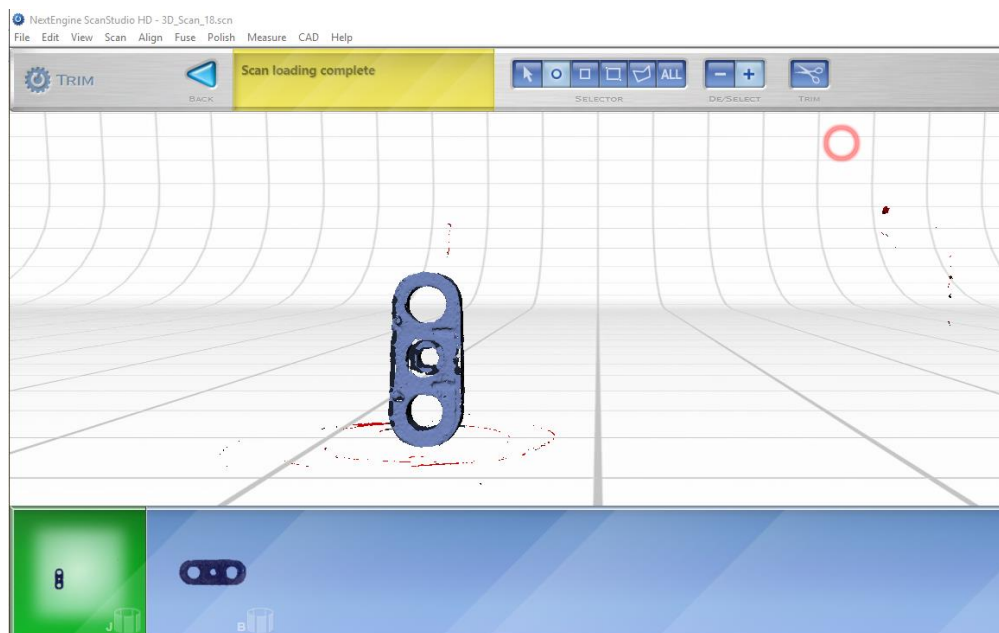

Figura 46. Eliminación de bordes del elemento del radio PRC710.
- Se escoge el círculo; con este elemento seleccione todas las superficies que no pertenezcan al elemento como se muestra en la Figura 46.